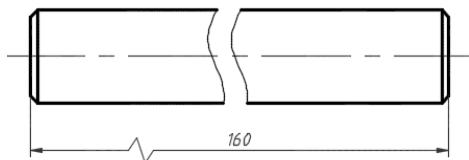

图 6-61 将测量值改为真实长度值
4) 双击线性尺寸值, 进入编辑状态, 将尺寸值更改为“160”, 在功能区的“文字编辑器”上下文选项卡中单击“关闭文字编辑其”按钮 , 从而将测量值改为表示光轴真实长度的尺寸值, 如图 6-61 所示。这才算使线性标注的折弯标注具有完整的设计含义。